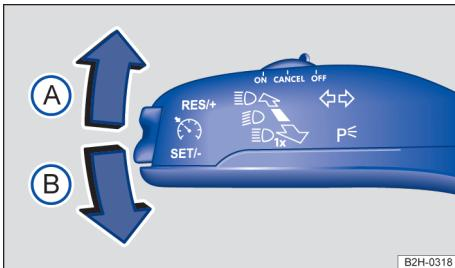

Fig. 72 À esquerda na coluna de direção: alavanca dos indicadores de direção e do farol alto.
- Trazer a alavanca dos indicadores de direção e do farol alto da posição central para a seguinte posição → Fig. 72.